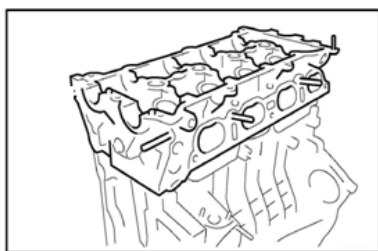

Рисунок II-173
12. Установите головку блока цилиндров. ((см. Рисунок II-173))